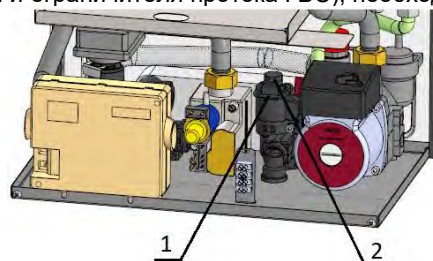

Рис. 15 Демонтаж датчика протока
- снять скобу (1) крепления датчика протока (2), см. рисунок 15;
- извлечь датчик протока (2) потянув с усилием вверх;